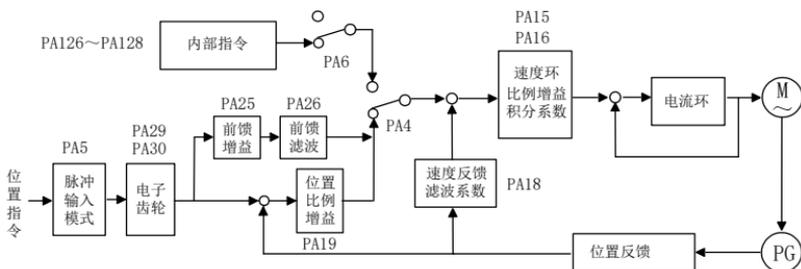

图 6-1 基本性能参数调整图
**注意** ➤ 图 6-1 为伺服驱动单元基本性能参数调整图,用户在使用过程中,可能因为电机或负载的不同,需要依据下图原理对部分参数进行适度调整,以达到伺服电机最佳的工作状态。
用户调出电机的默认参数后。如果电机运行时出现振动、有噪音、爬行、出力不够等异常情况,则需要调整基本性能参数。一般来讲,图 6-1 中的参数应先调整速度环,再调整位置环。